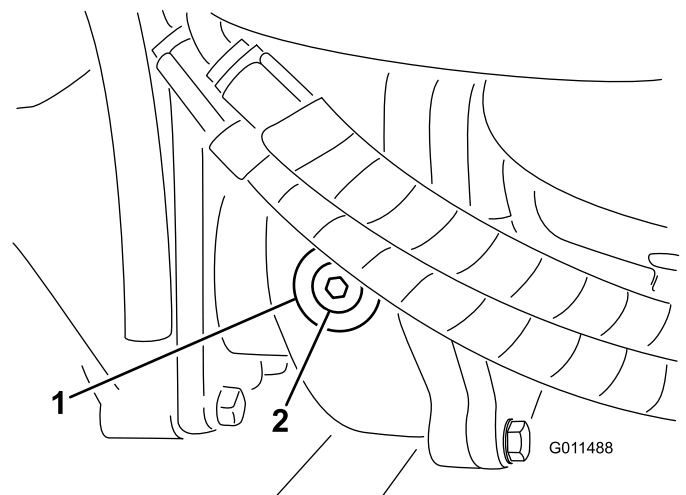

Figura 62
2. Retire el tapón de verificación/llenado del lado izquierdo de la caja de engranajes y asegúrese de que el lubricante llega al borde inferior del orificio (Figura 62).